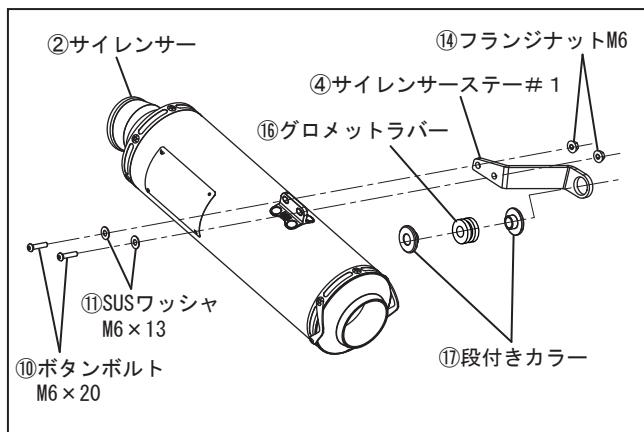

FIG. 9
8. ④サイレンサーステー#1に⑯グロメットラバーと⑰段付きカラーを取り付けて下さい。
次に、②サイレンサーに④サイレンサーステー#1を⑩ボタンボルトM6×20と⑪SUSワッシャM6×13、⑭フランジナットM6を使用して仮締めして下さい。（FIG. 9, 10参照）